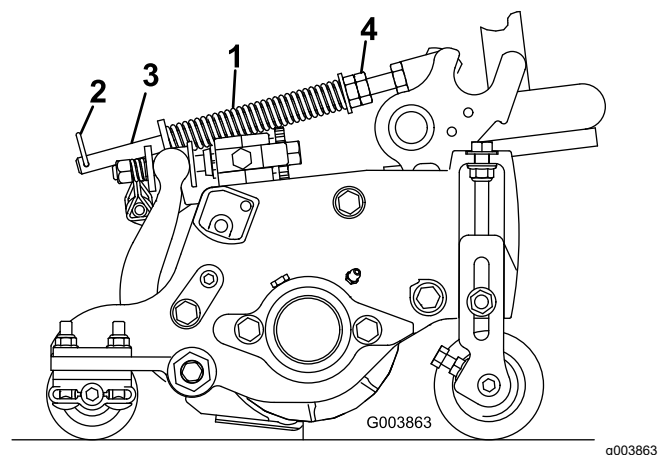

Figura 50
2. Apriete las tuercas hexagonales del extremo delantero de la varilla del muelle hasta que la longitud comprimida del muelle sea de 15.9 cm (6.25"); consulte Figura 50.
El muelle de compensación del césped (Figura 50) transfiere el peso desde el rodillo delantero al trasero. Esto ayuda a reducir el patrón de ondulación en el césped.
1. Asegúrese de que la chaveta está instalada en el orificio trasero de la varilla (Figura 50).